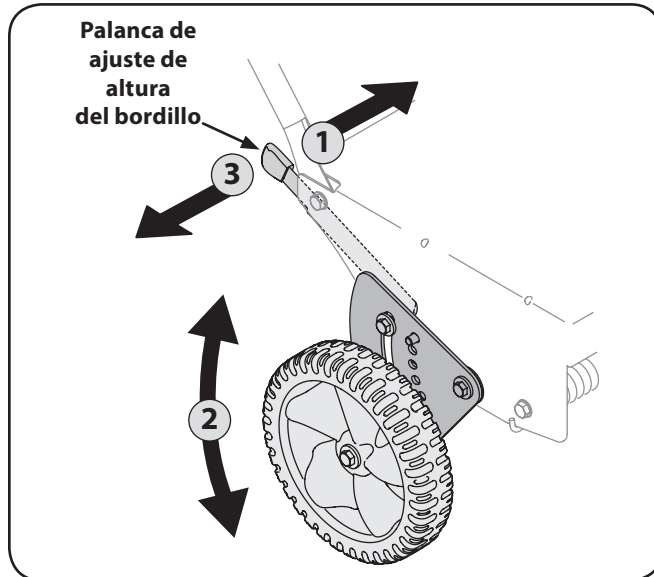

Figura 5-3
1. Baje la rueda posterior derecha moviendo la palanca de ajuste de la altura del bordillo ligeramente a la izquierda. Vea la Figura 5-3.
3. Suelte la palanca de ajuste de la altura del bordillo para trabar la rueda en esa posición. Vea la Figura 5-3.